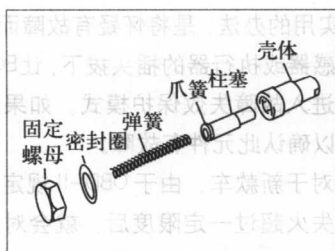
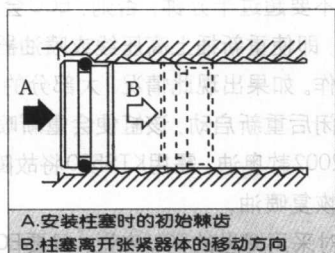

图 1-1-1 张紧器结构
图 1-1-2 张紧器工作原理
我们首先想到正时链条的张紧器在安装时是否有不正确地方?果然,在检查正时链条的张紧度时,更感觉到不对劲。以往的经验,用大长螺丝刀挑其正时链,尤其是靠近正时链条张紧器的部位,可以撬动,且有一定弹力。可是,这次根本挑不动,也撬不动。重新安装好正时张紧器,可以用大号棘轮扳手盘车,感觉正时链条的松紧适合,基本正常。且从盘车过程中可以看到,机油从各缸液压挺杆周围大量涌出。因为奔驰属于高速车,其润滑系统与机械结构合理组合,具有科学性。正时链条过紧会直接影响凸轮轴和液压挺杆的润滑。正确安装正时张紧器的步骤如下:①首先安装好正时链条,使其正确安装在曲轴正时齿轮、凸轮轴(包括进排气的)正时齿轮及其挡链板上。注意不要让正时链条窜节。而后,固定正时张紧器外壳,使其安装到位。其结构参照其他款的奔驰轿车,因为几乎所有奔驰轿车正时张紧器的结构和原理都大同小异。这里参考其他款奔驰轿车结构(如图1-1-1所示)和原理(如图1-1-2所示)来说明奔驰600SEL正时张紧器结构和原理。②检查柱塞和上面的爪簧,然后将其放入张紧器壳体中,使其处于初始位置。③检查弹簧,在弹力正常情况下,弹簧与柱塞一同放入张紧器壳体中,弹簧与柱塞是一同作用的:因为张紧器外壳内壁有一段似内螺纹扣的结构,是用来调整和限制柱塞位置,从而达到调整正时链条张紧度的作用。原理见图1-1-2,柱塞一旦向张紧导轨方向移动,在内螺纹扣的范围内,且只能向张紧导轨一个方向移动,在外力作用和正时链条的作用下,不能使柱塞背离张紧导轨方向移动;否则,更换正时张紧器。④用专用扳手用力压下弹簧,拧好固定螺丝(奔驰600SEL的固定螺丝与图1-1-1固定螺母稍有区别,